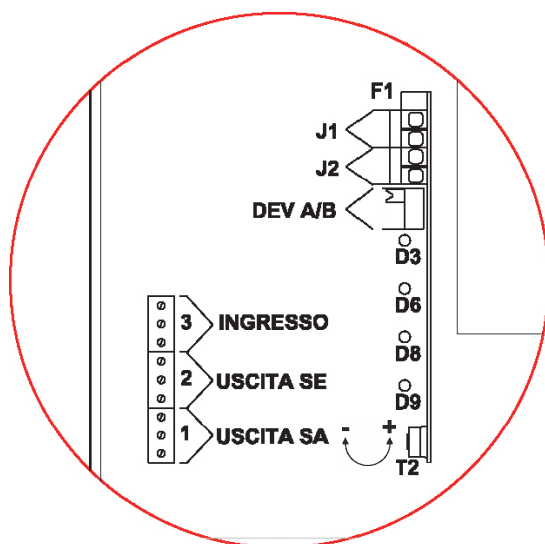

Fig.11
- 1- **DEV A/B.** (vedi fig. 11) Deviatore di abilitazione/disabilitazione temporizzatore. Se è impostato nella posizione A si abilita la temporizzazione di spegnimento automatico del soccorritore. Questa funzione è particolarmente utile per non esaurire completamente l'autonomia del soccorritore nel caso si alimenti un carico ad uso non continuo come ad esempio il motoriduttore per l'automazione di un cancello, di un basculante, ecc.
- 2- **J1.** (vedi fig. 11) Uscita 24Vdc 0,5A protetta dal fusibile FUSE 0,5A .
- 3- **J2.** (vedi fig. 11) Morsetto di accensione soccorritore in funzionamento temporizzato. Questo morsetto è funzionante solo se il deviatore DEV A/B è impostato in posizione A. Per riattivare il soccorritore che si è spento dopo il tempo impostato basta cortocircuitare con un impulso J2 attraverso un contatto normalmente aperto.
2° esempio Utilizzando un contatto pulito presente in una ricevente radio (alimentazione 24Vdc 500mA max) a due canali (fig. 11 a pg. 13) è possibile attivare il soccorritore per il tempo precedentemente impostato con il trimmer T2.